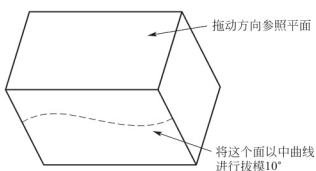

图 5.88 原始实体特征
(1) 中性曲线不分割拔模：下面以具体示例说明这种拔模的具体操作步骤，将图 5.88 所示的实体前表面进行 10°拔模。
步骤4: 在操控板【拖动方向】收集器中单击将其激活, 然后选取模型的上表面作为拖动方向, 如图 5.88 所示。
下面以示例说明这种拔模的具体操作步骤, 将图 5.88 所示的实体前表面以中曲线分割拔模, 拔模角度上面为 15°, 下面为 10°。